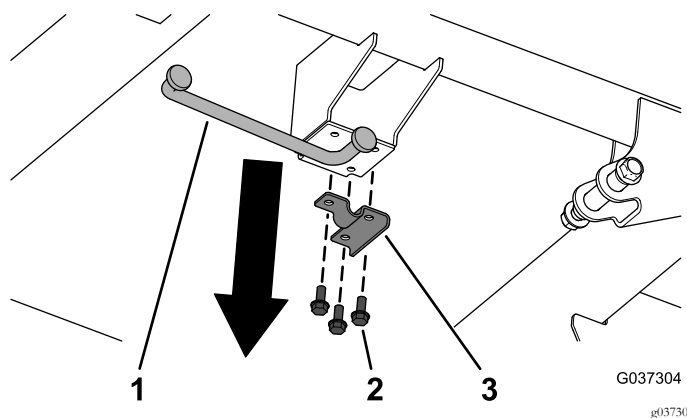

图5
1. 从钢制货斗底部卸下 3 个凸缘头螺丝 5/16 x 3/4 英寸、支撑杆 U 形架和支撑杆 图5。